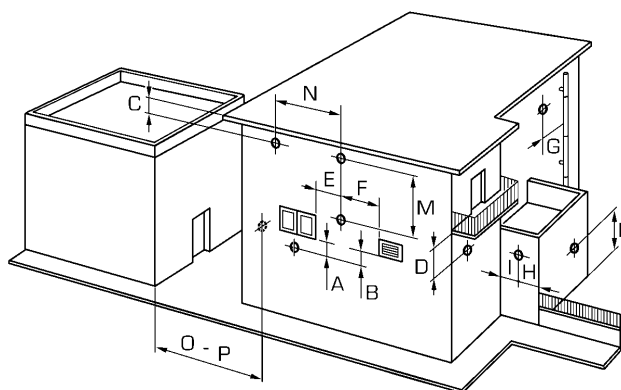

Fig. 10
2.8 POSIZIONAMENTO TERMINALI DI SCARICO (fig. 10)
di un edificio indicato in fig. 10.